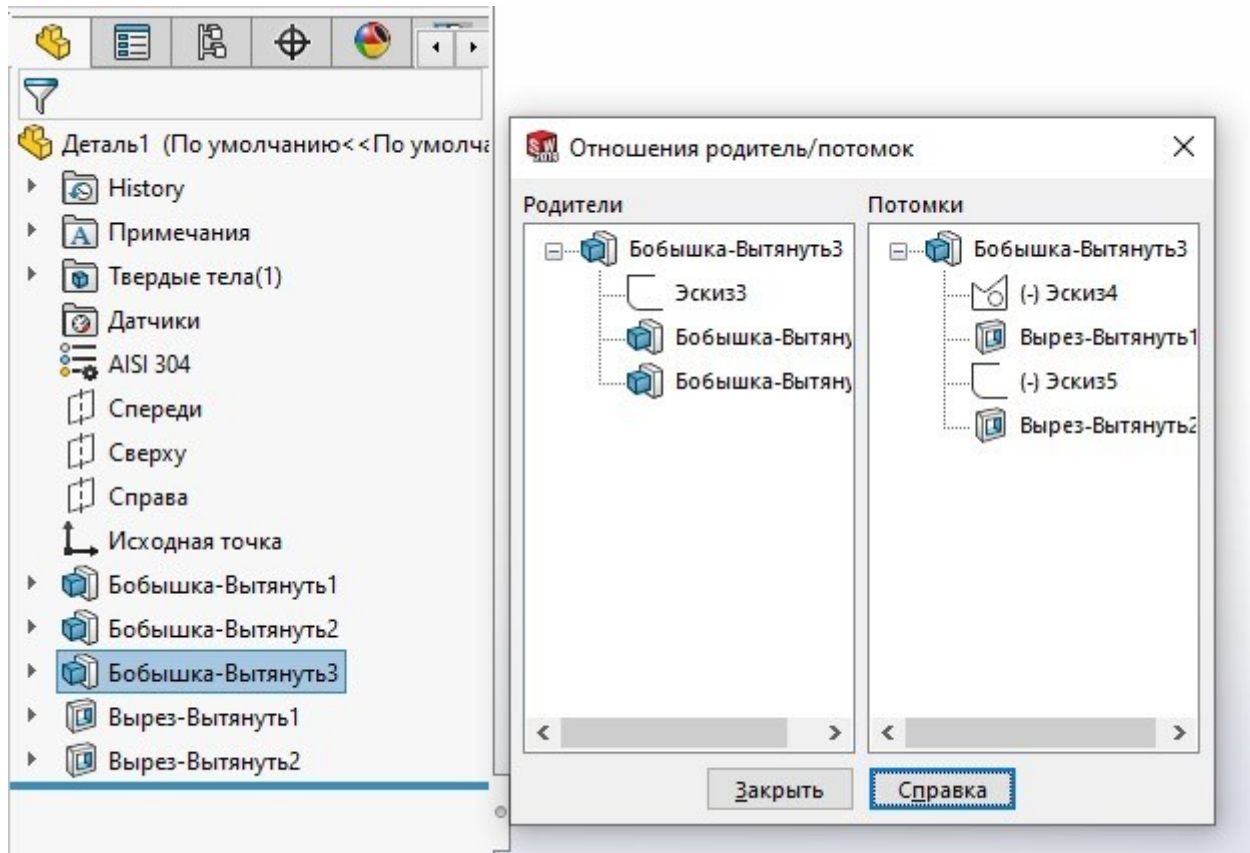

Рисунок 1.7 – Батьківські та дочірні елементи
- це батьківський елемент; бобишка або виріз-витягнути - це дочірній елемент (рис.1.7). Дочірній елемент залежить від батьківського елемента.